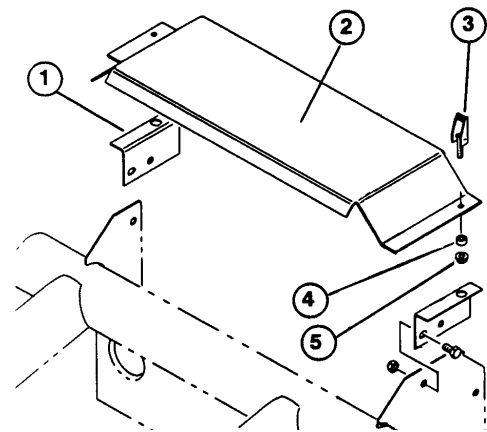

Figura 1
2. Monte el soporte izquierdo de la cubierta al bastidor con (2) tornillos y contratuercas 5/16-18 x 5/8 pulg (suministrados con el juego).
4. Inserte un fiador de dilatación en cada orificio de montaje de la cubierta del radiador como se indica en la figura 1. Sujete los fiadores a cada lado con un ojal de goma y un tuerca de plástico.